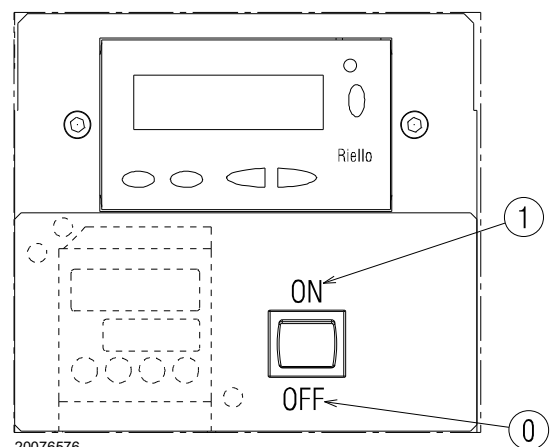

Fig. 25
Cerrar los termostatos/presostatos y poner el interruptor de Fig. 25 en posición “1/ON”.
- colocar el interruptor de Fig. 25 en la posición “0/OFF” y esperar que la caja de control ejecute la fase de apagado;
El quemador está en estado de espera de solicitud de calor o el selector "0-1" de la (Fig. 25 en la pág. 27) está en la posición "0".